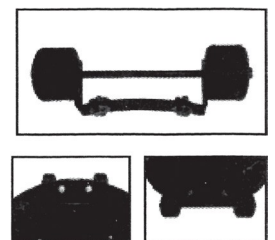

Fig. 4
**Fissare il gruppo ruota alla base (Fig. 4)**